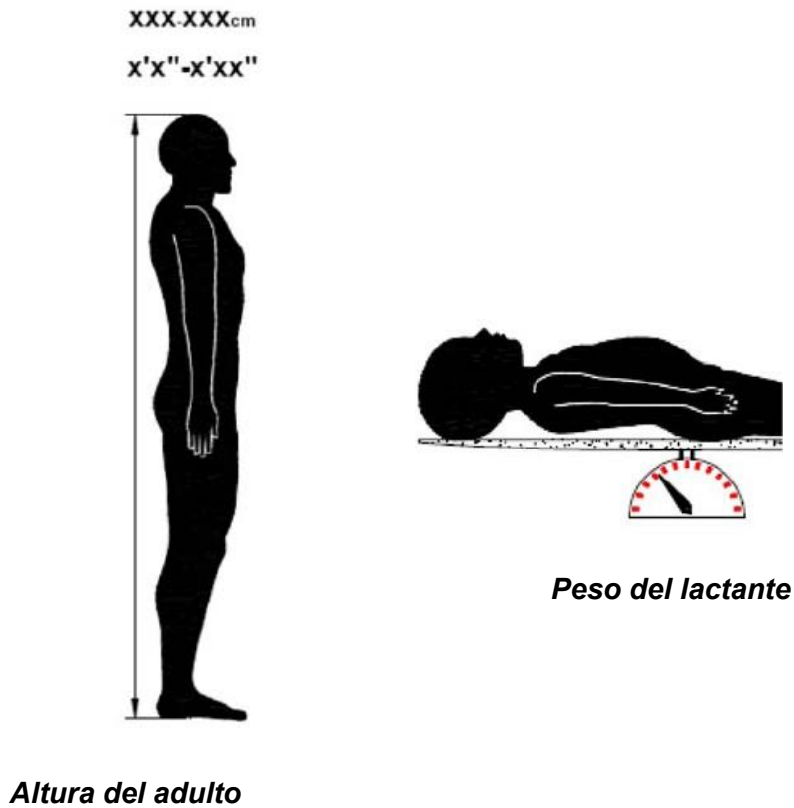

Figura 9: Ubicación de las etiquetas del dispositivo Allon
- Estatura del paciente o peso del lactante (consulte la Figura 9)